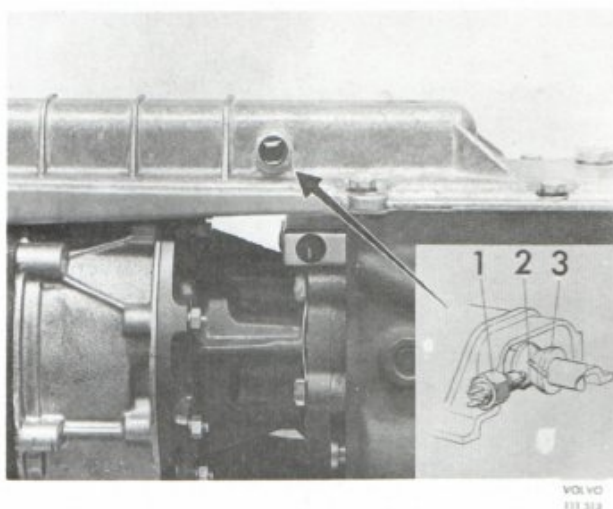

Bild 3. Kontakt vxl. M 40, M 41, M 400, M 410
- F. Kontakt växellåda (M 40, M 41, M 400, M 410, se bild 3)